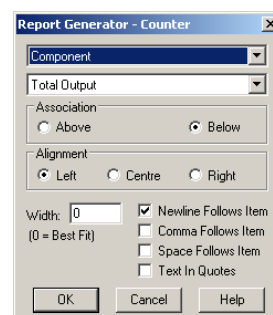

Рис. 11. Добавление в отчет счетчика.
20. В появившемся диалоговом окне Report Generator – Counter (рис. 11) в верхнем выпадающем списке выберем строку Component, в этом случае будет посчитано количество компонентов.